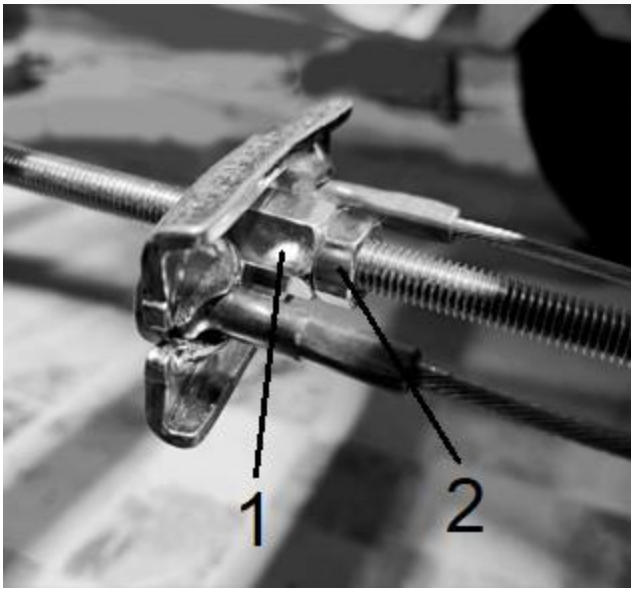

Рис.5.2
3) Ослабити фасонну гайку (1) та контр-гайку (2) на тязі (рис. 5.2)